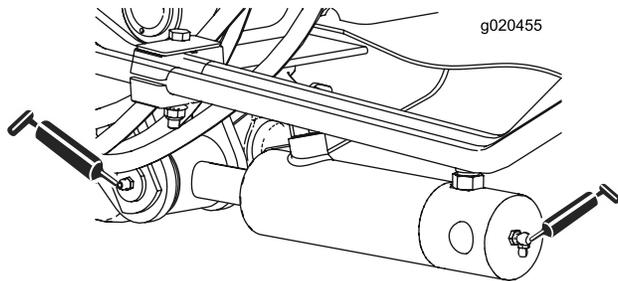

Figure 38
- Bagues de vérins de bras de levage (2 chacun) (Figure 38).